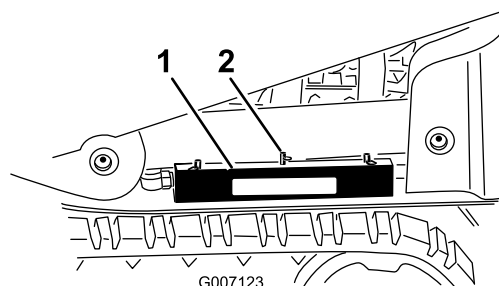

Figura 29
4. Retire la chaveta y el pasador de horquilla que fijan el bloqueo del cilindro al bastidor (Figura 29).
5. Coloque el bloqueo del cilindro en su lugar de almacenamiento en el bastidor y fíjelo con el pasador y la chaveta (Figura 29).